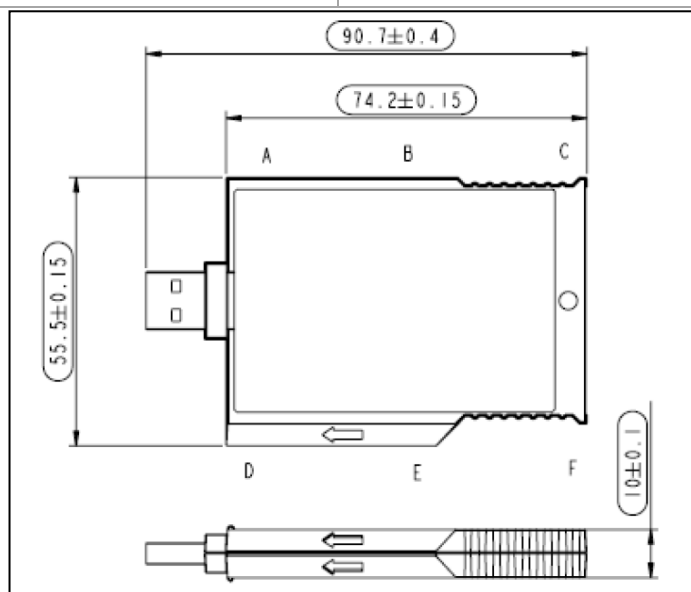

Figura 18 – Dimensões da Mídia de Resultado (em mm)
101. A Mídia de Resultado (MR) deve possuir forma, dimensão e construção de acordo com a especificação de Mídia de Resultado das urnas eletrônicas modelo 2009 a 2015, conforme Figura 18 de modo que funcione adequadamente nesses modelos de urna;
Critério de Aprovação:	Aprovado caso: - A forma, dimensão e construção estiver de acordo com a especificação de MRs das urnas 2006 a 2015 e conforme a Figura 18; - A MR se encaixe e se solte normalmente da UE2015